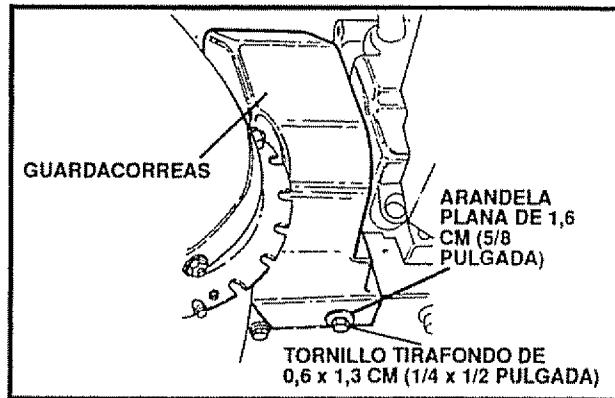

FIG. 27
- Remueva la cubierta de la correa (Véase Fig. 27, página 21).
- Retire el guardacorreas (vea la Fig. 27).
- Remueva el guardacorreas quitando el perno y la arandela plana ubicados tanto a la derecha como a la izquierda (vea la Fig. 27 en la página 20).